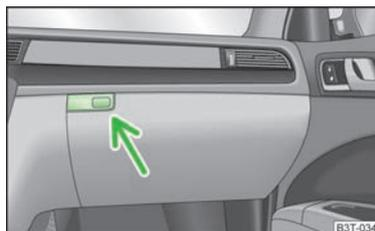

Fig. 88
- Prima no botão » Fig. 88, a tampa abre-se para baixo.